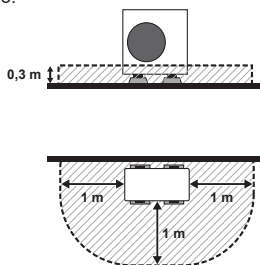

Fig. 3-3
(2) In caso di installazione in un punto con 3 superfici aperte (davanti a una parete dell'edificio) (Fig. 3-3)